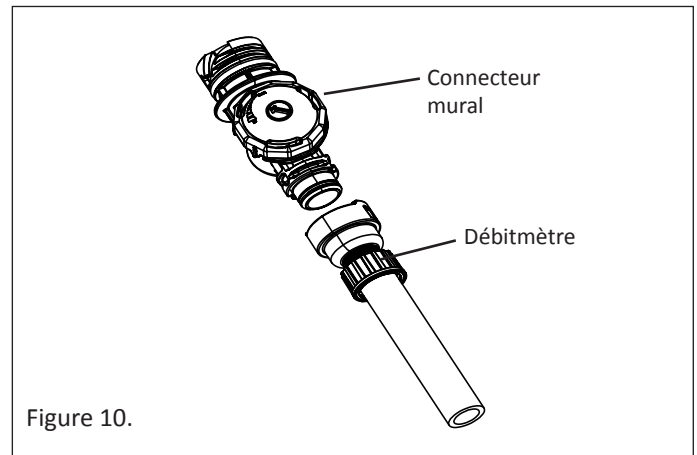

Figure 10.
1. Connectez l'assemblage des tuyaux au raccord mural. Voir la Figure 10. Puis connectez le raccord mural (avec le tuyau) à l'adaptateur mural. Voir la Figure 10. Prenez l'autre bout de l'assemblage des tuyaux et allez au point de la piscine le plus éloigné de l'adaptateur mural. Pour éviter d'étirer le tuyau, laissez-le flotter sur l'eau de la piscine. Mesurez l'excédent de longueur de tuyau (la portion de tuyau qui s'étend au-delà du bord de la piscine). Ceci détermine la longueur de tuyau à couper depuis les tuyaux d'alimentation semi-rigides (sections 2 et 3).